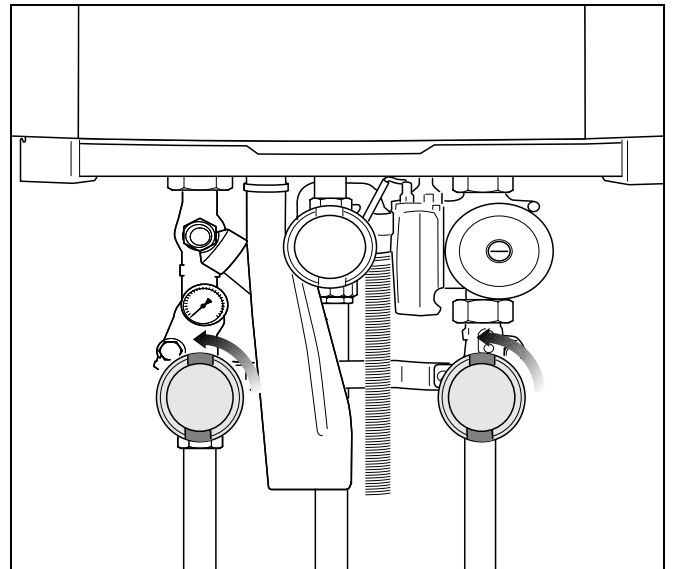

Рис. 12 Открывание регулировочных кранов (здесь: краны в положении "открыто")
- Открыть регулировочные краны подачи и слива (рис. 12) (положение "открыто": параллельно трубе).